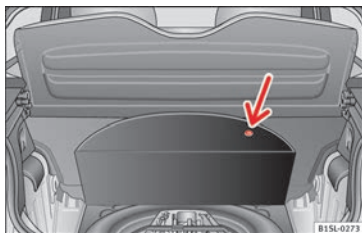

Fig. 77 Dans le coffre à bagages : moquette levée.
L'outillage de bord, la roue de secours, la roue d'urgence ou le kit anticrevaison se trouvent dans le coffre à bagages, sous la moquette du plancher » **fig. 77**.
- Soulevez la moquette par le revêtement (flèche) » **fig. 77**.